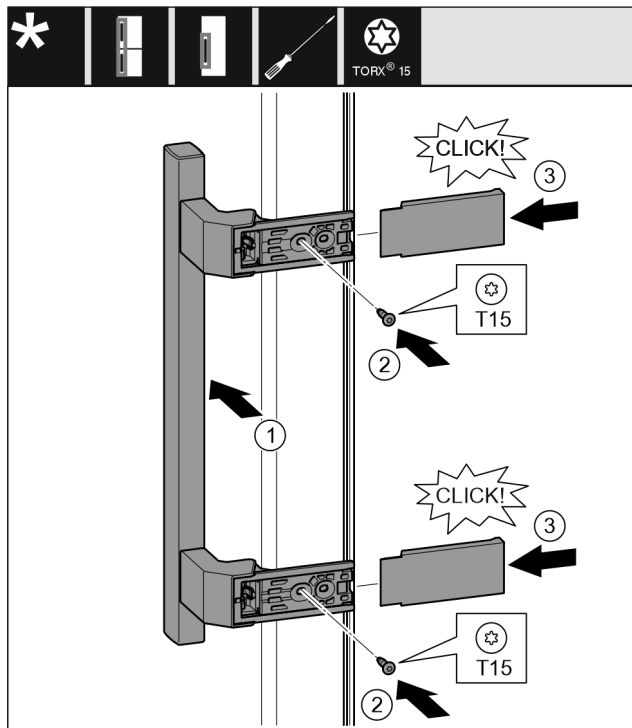

Fig. 20
- ▶ Griff auf der Gegenseite ansetzen. Fig. 20 (1)
- ▶ Schrauben mit Schraubendreher T15 festschrauben. Fig. 20 (2)
- ▶ Abdeckungen seitlich ansetzen und aufschieben. Fig. 20 (3)